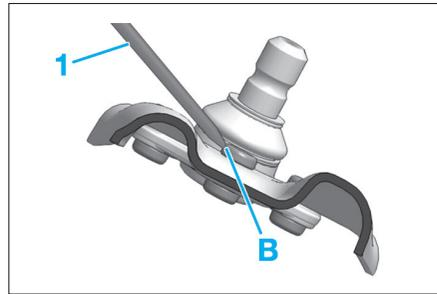

Fig. 30
- Dégager en "B" sans détériorer le bras, les 3 têtes des rivets, à l'aide d'un burin (1) (Fig.30).